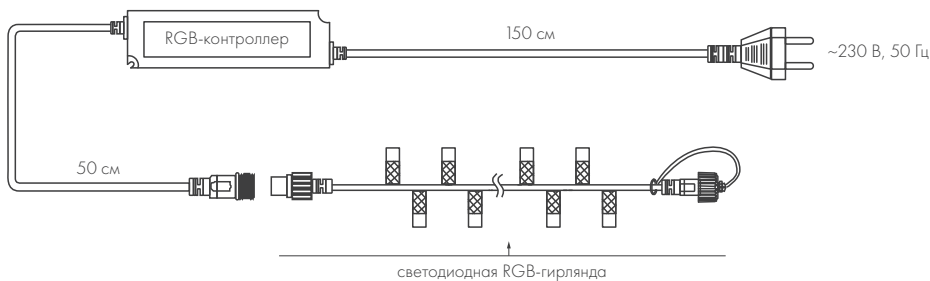

Рис. 1. Схема подключения светодиодной гирлянды
3.2. Воспользуйтесь схемой на рис. 1. К входному разъему гирлянды (MALE) подключите выходной разъем контроллера (FEMALE).